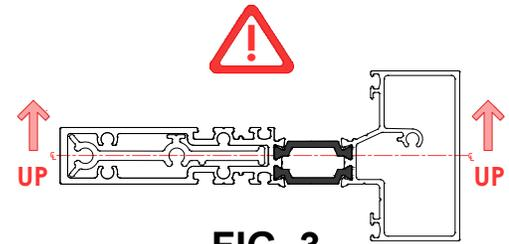

FIG. 3
- S'ASSURER que les meneaux horizontaux sont orientés et assemblés de manière à ce que le logement de garniture est vers le haut. **Voir FIG 3**